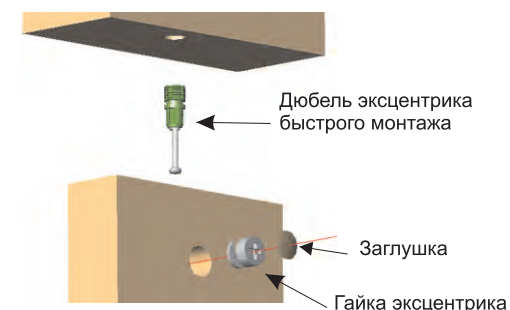

Рис.2
Установите шканты (3) в отверстия d=8 мм столешницы А, ног В и низа С. Вставьте дюбель эксцентрика быстрого монтажа (1а) в ноги В, в столешницу А, низ С (см. Рис.2). С помощью шурупов (5) прикрутите опоры (4) к низу С по наметке. Соедините вместе ноги В, полку D и планку Е. Вставьте эксцентриковые гайки (1б) и с помощью отвертки поверните по часовой стрелке до фиксации (см. Рис.2). Собранный конструкцию установите на низ С, затем установите столешницу А и закрепите с помощью эксцентриковых стяжек (1). В эксцентриковые гайки (1б) вставьте заглушки (2).